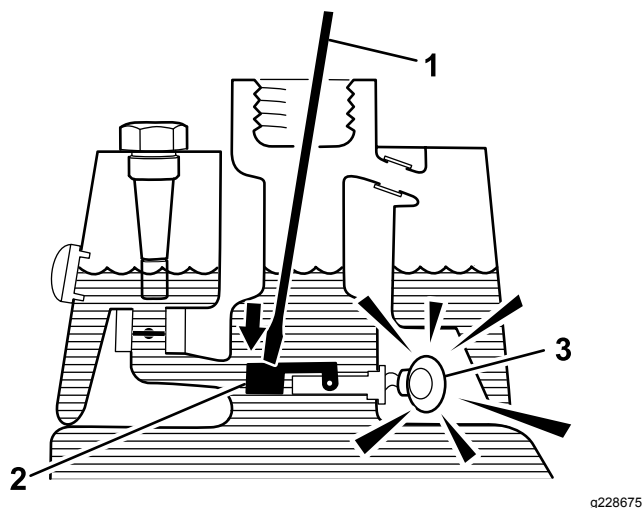

Figura 54
3. Inserite nel collo del serbatoio un'asta o un cacciavite puliti e premete con cautela il galleggiante dell'interruttore (Figura 54): dopo un secondo dovrebbe scattare l'allarme.